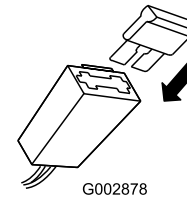

Figura 27
2. Cambie el fusible del portafusibles (Figura 27).